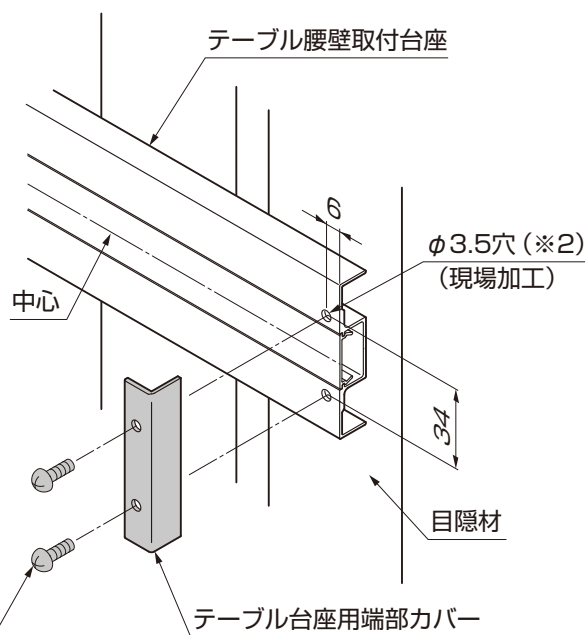

図2-5
② テーブル腰壁取付台座に、φ3.5の下穴(※2)をあけて、テーブル台座用端部カバーを【42-1】で取付けてください。(図2-5参照)